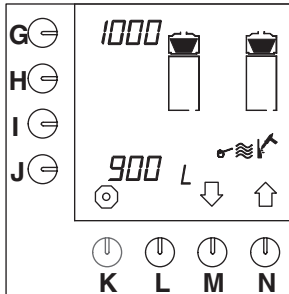

Abb. 18 Entkalkungszählwerk für das Kaffeebrühsystem
- Das Entkalkungszählwerk erscheint im Display (Abb.18).